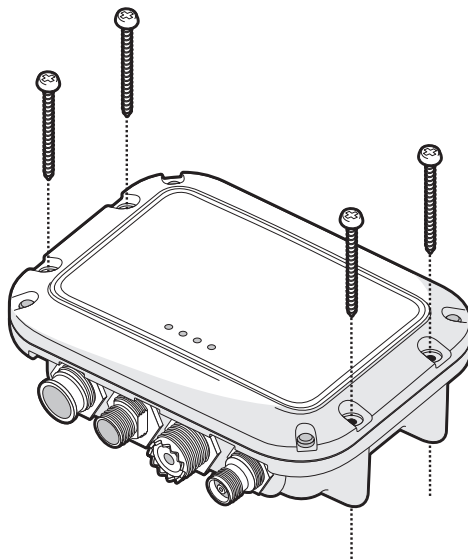

Figure 6 Émetteur SIA montage
- L'émetteur est fourni avec quatre vis autotaraudeuses pour fixer l'Émetteur SIA à une surface adaptée. Veuillez consulter Figure 6 pour plus d'informations.